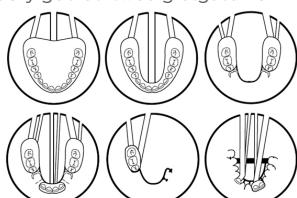

Figure 1. Spraying Techniques
- a. Maak of plaats gietgaten in de mal van hydrocolloïd of silicone zoals getoond in afbeelding 1.